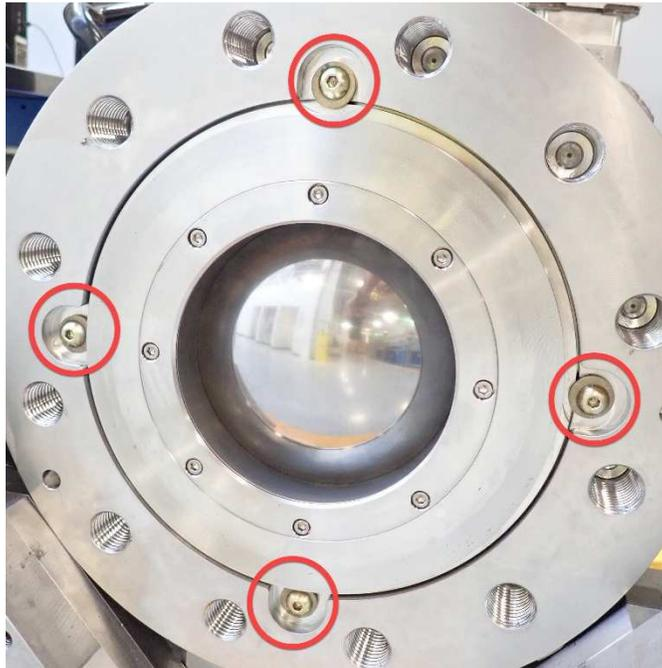

Figura 3-1. Tornillos del conjunto de manga de entrada
2. La primera vez, apriete los pernos a un par de torsión recomendado del 25 % según la secuencia en la Figura 3-1.
3. La segunda vez, apriete los pernos a un par de torsión recomendado del 75 % según la secuencia en la Figura 3-1.
4. La tercera vez, apriete los pernos al par de torsión recomendado del 100 % según la secuencia en la Figura 3-1.